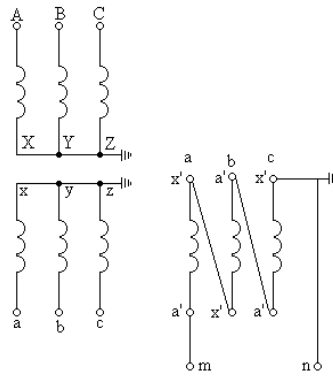

Рис.6
3. Определить напряжение на выходных зажимах тп фильтра напряжения нулевой последовательности, у которого вторичная обмотка фазы в подключена неправильно (см. рис.6) – перепутаны начало и конец обмотки, по данным: междуфазное напряжение в месте установки TV0 равно 105 кВ; коэффициент трансформации между первичной обмоткой и обмоткой фильтра равно $n_{U0} = \frac{110/\sqrt{3}}{0,1}$.